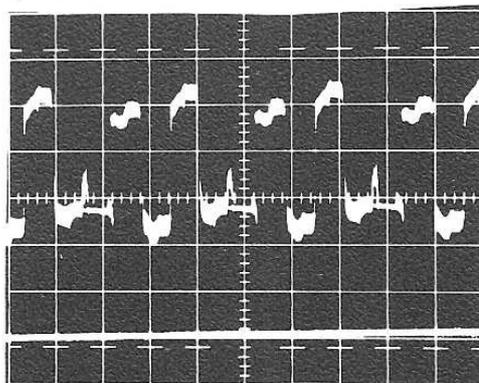

Fig.9
- Régler S 610 afin d'obtenir l'oscillogramme fig. 9.